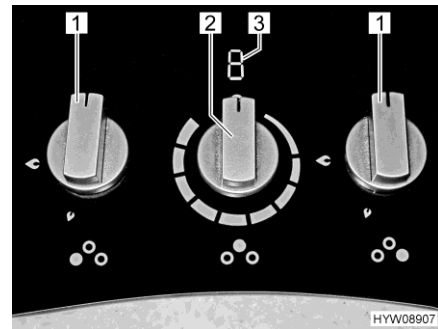

Fig. 199 Boutons de commande (réchaud à gaz avec plaque à induction)
- Tourner le bouton tournant (Fig. 199,1) du brûleur désiré en position d'allumage (grande flamme).
- Tourner le bouton tournant (Fig. 199,1) sur la position "0". La flamme s'éteint.
- Régler le bouton tournant (Fig. 199,2) de la plaque à induction sur l'intensité désirée. L'affichage (Fig. 199,3) indique la valeur réglée.
- Positionner le bouton tournant (Fig. 199,2) de la plaque à induction sur 0. L'affichage (Fig. 199,3) s'éteint. L'affichage indique "H" (indicateur de chaleur résiduelle) tant que la température de la plaque à induction est supérieure à 60 °C après extinction.
Les informations suivantes sont données sur la plaque à induction (Fig. 199,3) :